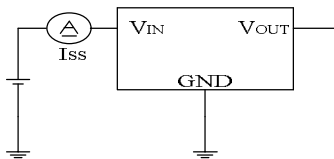

图2
- 3 I_{SS} : $V_{IN}=18\text{V}$ 无负载时, 图 2 中电流表的电流值